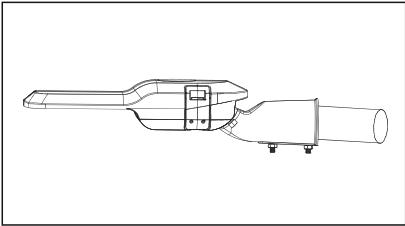

Рис. 1
- 5.11 Консольное крепление: установить кронштейн светильника на консоль, затянуть два фиксирующих винта (рис. 1). При необходимости отрегулировать наклон светильника при помощи регулировочных винтов (±15°).